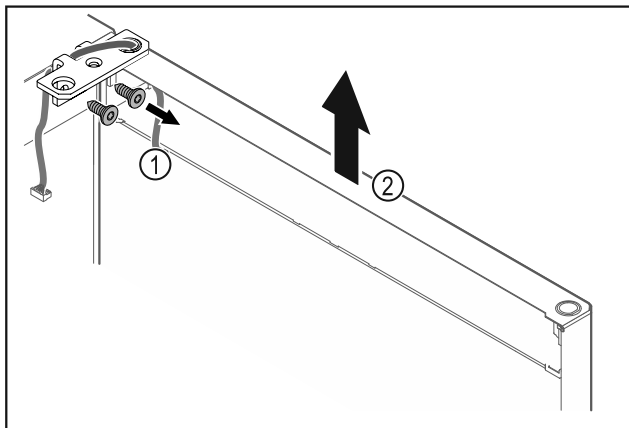

Fig. 23
- ▶ Odvijte kotnik tečaja vrat Fig. 23 (1).
- ▶ Vrata s kotnikom tečaja Fig. 23 (2) dvignite za približno 200 mm naravnost navzgor in jih snemite.